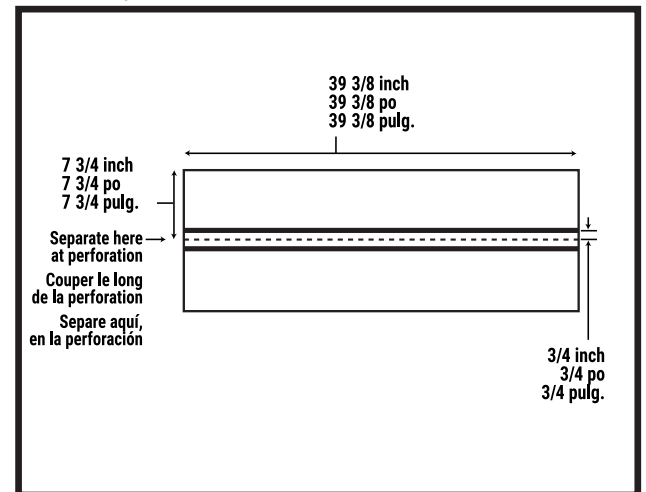

Fig. 2 Starter Strip Shingle Eaves Application
1. Start first Starter Strip Plus shingle with 6" removed from the rake edge and flush with the drip edge. Starter Strip Plus shingles can extend no greater than ¾" beyond the edge of the eave. Use 5 fasteners placed 2" to 3" from the edge of the eave. See **Fig. 2**.
1. Comienza con la primera teja Starter Strip Plus retirando 6" del borde de vertiente y coloca al ras con el borde de goteo. Las tejas Starter Strip Plus no pueden extenderse más de ¾" más allá del borde del alero. Utiliza 5 sujetadores colocados a una distancia de 2" a 3" del borde del alero. Consulta la **Fig. 2**.
1. Posez le premier bardeau de bande de départ Plus en enlevant 6 po près du bord et en affleurement avec le larmier. Le bardeau de départ ne peut se prolonger de plus de ¾ po au-delà du bord de l'avant-toit. Utilisez 5 attaches posées à une distance de 2 po à 3 po du bord de l'avant-toit. Voir la **Fig. 2**.